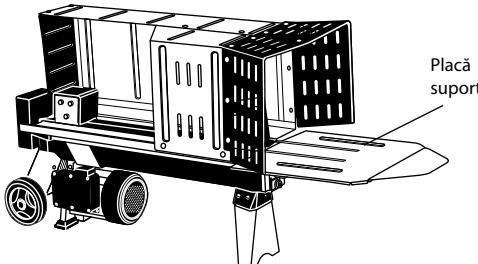

Fig. 3
5. Introduceți placă de suport în partea din față a mașinii (Fig.3).